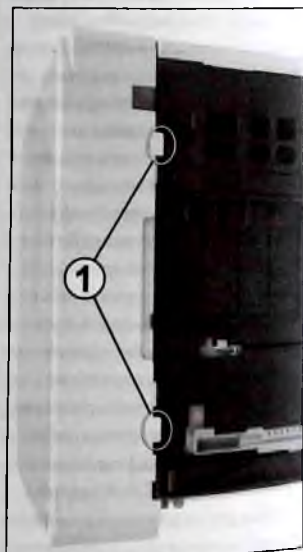

Рис. 4
На рис. 4 приведен фрагмент схемы основной платы с источниками питания. На ней показаны:
ра (3) левой крышки на задней и два фиксатора (1 на рис. 4) на нижней стороне принтера. Перемещают ближнюю сторону крышки в левую сторону, затем от себя и снимают ее с устройства.